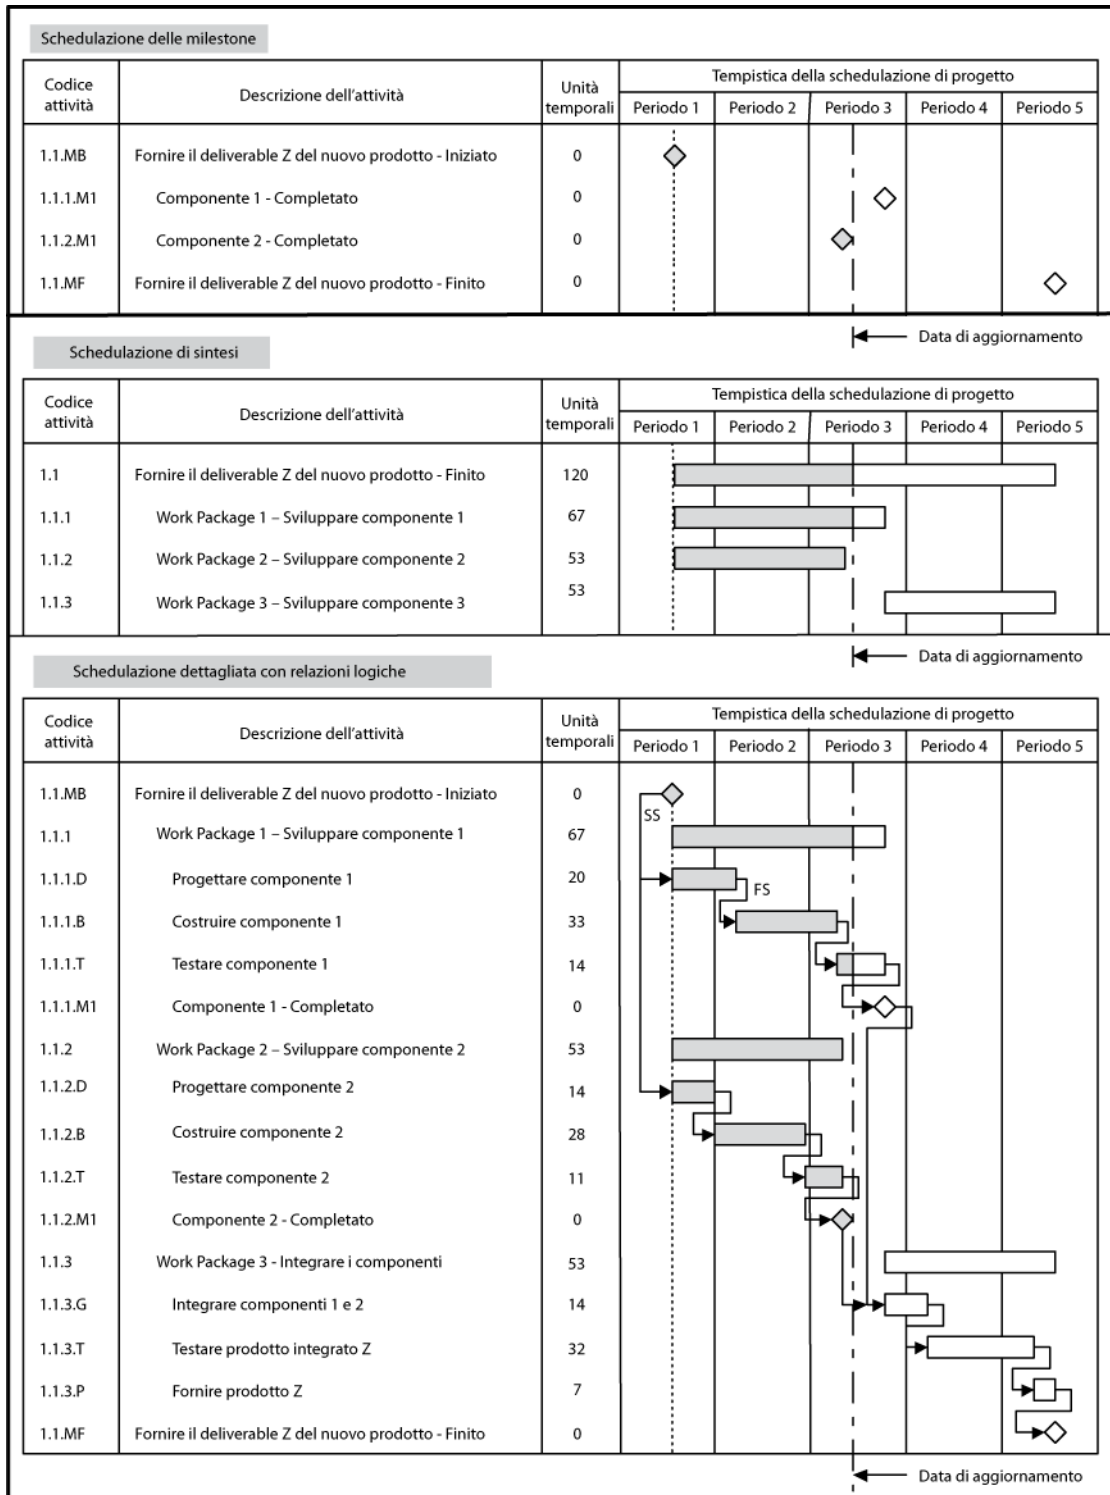

Figura 6-14. Schedulazione di progetto—Esempi grafici
- **Diagrammi delle milestone.** Questi diagrammi sono simili a diagrammi a barre, ma identificano soltanto l'inizio schedulato o il completamento dei principali deliverable e le maggiori interfacce esterne. Un esempio è la parte di schedulazione delle milestone della Figura 6-14.
- **Diagrammi a barre.** Questi diagrammi, con le barre che rappresentano le attività, mostrano le date di inizio e di fine delle attività, oltre alle durate previste. I diagrammi a barre sono relativamente semplici da leggere e sono spesso utilizzati nelle presentazioni al management. Per il controllo e la comunicazione al management, si utilizza l'attività riepilogativa più ampia e completa, chiamata talvolta attività sommario, tra milestone o su vari Work Package interdipendenti, visualizzata in diagrammi a barre. Un esempio è la parte di schedulazione di sintesi della Figura 6-14 che è presentata in formato strutturato WBS.
nel formato di diagramma Attività sui nodi, come mostrato in Figura 6-7, o in un formato di diagramma reticolare della schedulazione su scala temporale talvolta chiamato diagramma a barre logico, come mostrato per la schedulazione dettagliata nella Figura 6-14. Questo esempio mostra anche il modo in cui ciascun Work Package è pianificato come una serie delle relative attività.
La Figura 6-14 mostra la schedulazione dell'esecuzione di un progetto esemplificativo, con il lavoro in corso riportato alla data di aggiornamento, chiamata talvolta anche data di avanzamento o data di stato. Per la schedulazione di un semplice progetto, la Figura 6-14 mostra una visualizzazione grafica di una schedulazione delle milestone, una schedulazione di sintesi e una schedulazione dettagliata. La Figura 6-14 mostra anche visivamente le relazioni tra tre diversi livelli di presentazione della schedulazione.